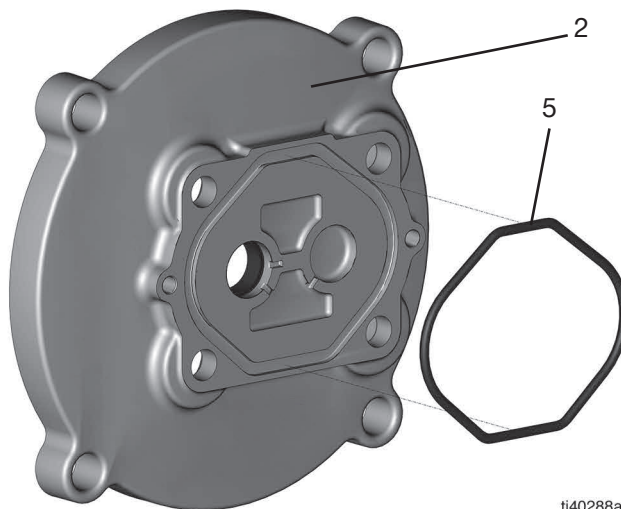

図 36
2. Oリング (5) をアダプタープレート (2) カバーの溝に入れます (図 36 図 36)。